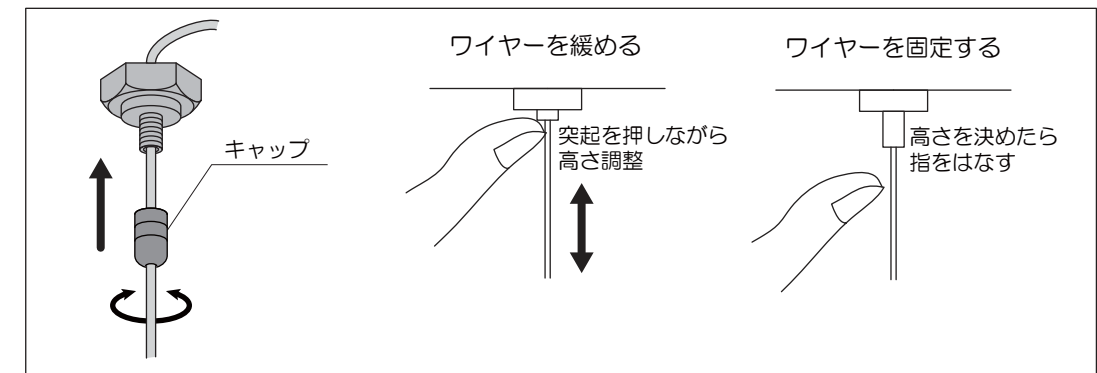

図2
- ⑨ ガラスを持ち上げ、吊りワイヤーと器具電線を仮吊り状態のフランジカバーの穴にそれぞれ通します。
- ⑩ 吊りワイヤーをワイヤー調整具に通してガラスセードを吊り下げます。(図2を参照)